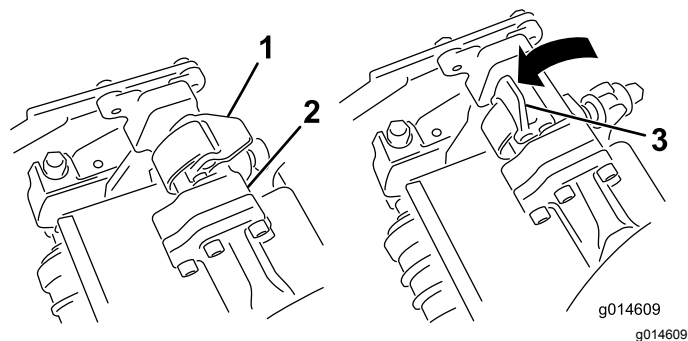
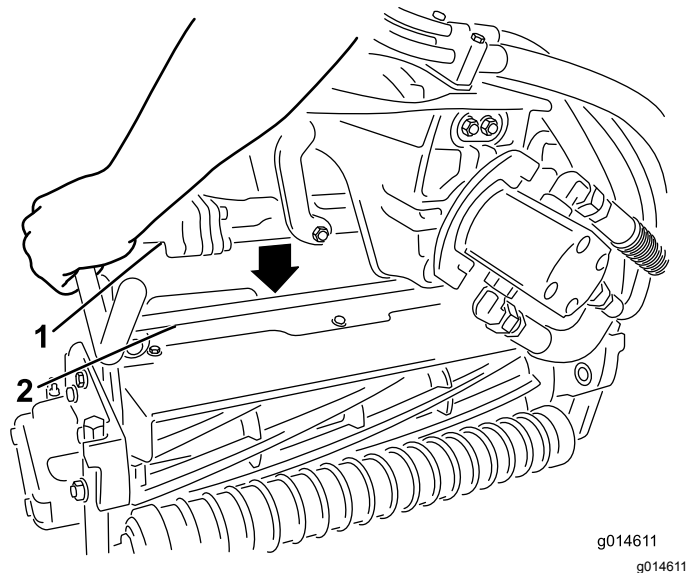

图12
图13
9. 当悬挂臂杆上的门锁指向上方即打开时图12向下压悬挂臂使悬挂臂杆与滚刀组上方的支架相契合图13。
10. 向下并绕着滚刀组横杆关闭门锁将它们锁定到位图12。